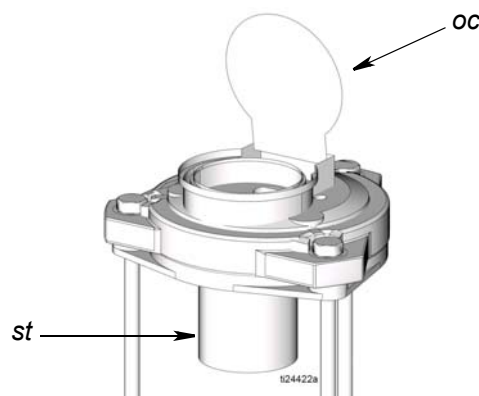

FIG. 4
**REMARQUE :** Une crépine (st) est montée au niveau du capuchon de remplissage d'huile (oc) pour empêcher la contamination du lubrifiant par des corps étrangers (FIG. 4).